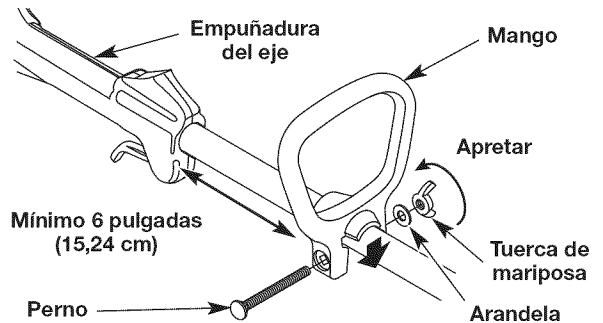

Fig. 2
2. Empuje el mango hacia abajo hasta el cuerpo del eje (Fig. 2). El orificio del perno cuadrado de la manija deberá quedar a la derecha.
3. Inserte el perno en el orificio y empújelo a través (Fig. 2). Coloque la arandela en el perno. Enrosque la tuerca de mariposa en el perno, pero no la apriete por completo.
4. Sin dejar de sujetar la unidad en posición de operación, mueva el mango hasta el lugar que le dé el mejor agarre. Colóquelo a una distancia mínima de 6 pulgadas (15.24 cm) de la base de la empuñadura del eje (Fig. 2).
1. Afloje la tuerca de mariposa (Fig. 2).
2. Sin dejar de sujetar la unidad en posición de operación, mueva el mango hasta el lugar que le dé el mejor agarre. Colóquelo a una distancia mínima de 6 pulgadas (15.24 cm) de la base de la empuñadura del eje (Fig. 2).